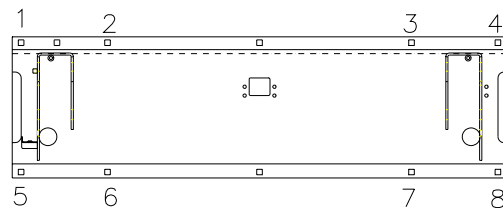

FIGURA 2-8: ORIFICIOS EN LA PLACA DE BASE DEL AUTOBÚS
- Consulte la **Figura 2-8**. Marque y taladre ocho agujeros de 25/64" en la placa de base (1 a 8) a través del piso del vehículo piso.